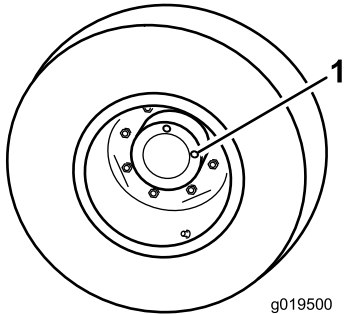

Bild 104
1. Wenn die Maschine auf einer ebenen Fläche steht, positionieren Sie das Rad so, dass eine Prüfschraube auf 12 Uhr und die andere auf 3 Uhr steht (**Bild 104**).
1. Prüf-/Ablassschraube (2)
2. Entfernen Sie die Schraube, die auf 3 Uhr steht (**Bild 104**).